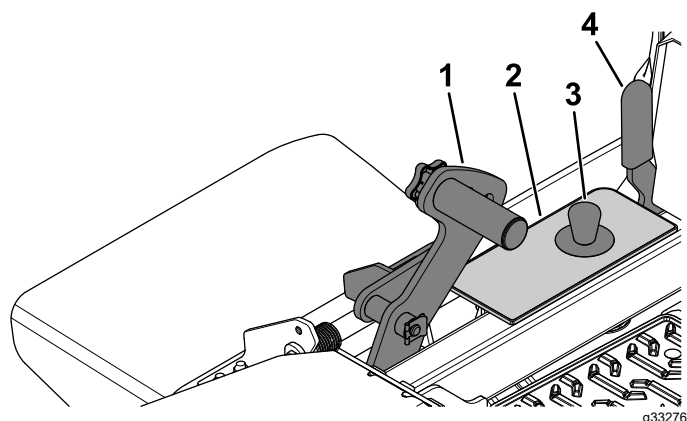

Figura 30
1. Presione el pedal de elevación de la carcasa hacia adelante del todo para bloquear la carcasa de corte en la posición de TRANSPORTE (que es también la posición de altura de corte de 127 mm (5")), como se muestra en la Figura 30.
2. Para ajustar la altura de corte, retire el pasador del soporte de altura de corte (Figura 30).
3. Seleccione el orificio del soporte de altura de corte que corresponde a la altura de corte deseada, e inserte el pasador (Figura 30).